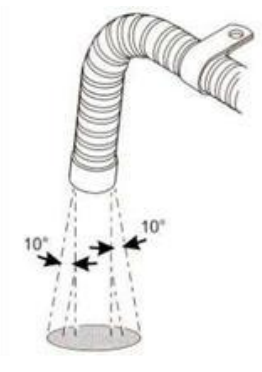

Рис.25
4.6.6 В процессе работы отопителя выхлопная труба нагревается до высокой температуры. При установке убедитесь, что она проходит достаточно далеко от пластиковых частей или других частей корпуса транспортного средства обладающих небольшим тепловым сопротивлением. Выхлопная труба должна быть тщательно закреплена. Выхлопная труба должна быть расположена перпендикулярно поверхности дороги под углом  $90^{\circ} \pm 10^{\circ}$ . Для того чтобы гарантировать такой угол фиксирующий хомут должен располагаться на расстоянии 150 мм от конца трубы (Рис.25).